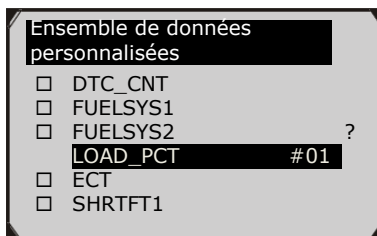

Figure 5.17
- 3) Utilisez le bouton **DROIT** pour sélectionner/désélectionner les paramètres de données. Les paramètres sélectionnés sont marqués par des carrés pleins. Appuyez sur la touche **OK** pour confirmer. (Figure 5.17)